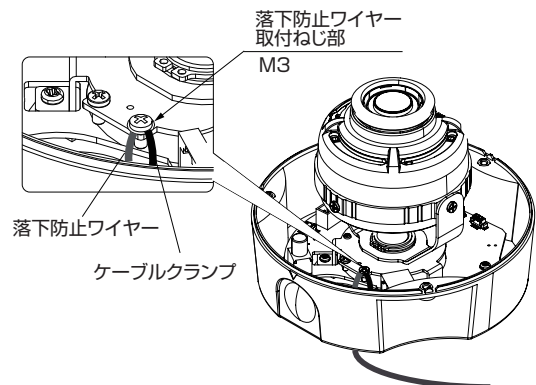

図5 落下防止ワイヤー取付部(カメラ本体)
2. 落下防止ワイヤー(付属していません)はカメラ本体用と天井埋込ブラケット用の2本接続可能。2本接続が望ましいが、最低限、カメラ本体用の落下防止ワイヤーは必ず接続すること。カメラ本体の落下防止ワイヤー(付属していません)は、一方を天井に、もう一方をカメラ本体の落下防止ワイヤー取付部(図5)に接続すること。カメラ本体の落下防止ワイヤー取付部(図5)は、ケーブルクランプが取り付けられているねじを外して、落下防止ワイヤーとケーブルクランプを共締めすること。